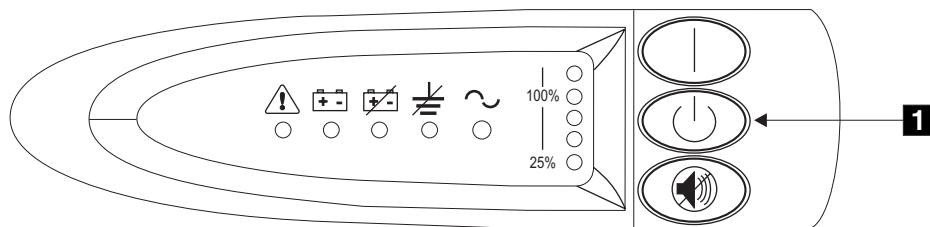

图 108. 不间断电源前面板组合件
1. 在不间断电源的前部按住关闭按钮 **1** 大约五秒钟, 或者直到听到长蜂鸣声为止。请参阅图 108。
1. 在不间断电源的前部按住关闭按钮 **1** 大约五秒钟，或者直到听到长蜂鸣声为止。请参阅第 163 页的图 108。
1. 在不间断电源的前部按住关闭按钮 **1** 大约五秒钟, 或者直到听到长蜂鸣声为止。请参阅第 163 页的图 108。